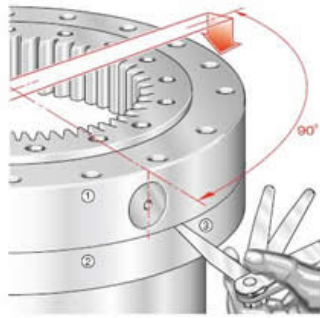

图 8
8. 回转支承吊装前，确认回转支承滚道淬火软带（外部“S”标记处或堵塞孔处）应置于非负荷区或轻负荷区；吊装到位后，应用塞尺检查支承座安装面和回转支承安装面是否贴合良好(如图8)，如发现间隙，应重新进行机械加工；如确实无法加工则可以使用填充（塑料）方法进行弥补，否则，在螺栓拧紧后，会造成回转支承变形，从而导致回转支承的性能下降。